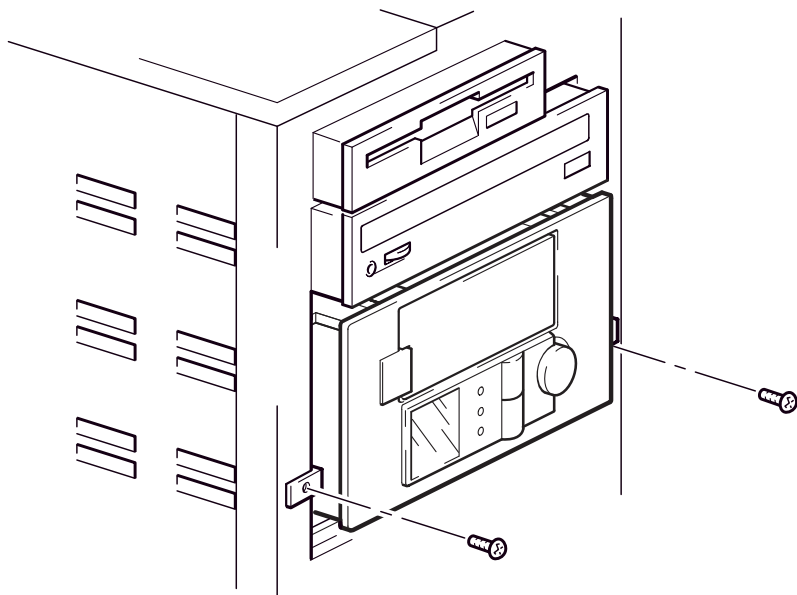

Figura 10a: installazione del caricatore automatico con gli accessori di montaggio
- 1 Fissare il caricatore nella posizione corretta. Bloccarlo utilizzando le viti tolte nella "Fase 4: preparazione del vano di montaggio" a pagina 17 per fissare il caricatore, come illustrato nella figura 10a.